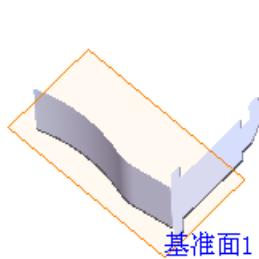

图 1.8 斜接法兰 1
Step4. 创建图 1.8 所示的钣金特征——斜接法兰 1。
(1) 选择命令。选择下拉菜单 **插入(I)** → **钣金(H)** → **斜接法兰(M)...** 命令